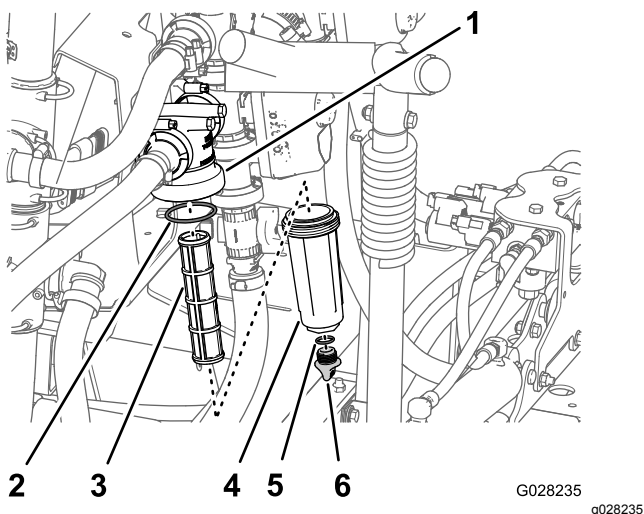

Figura 103
2. Coloque un recipiente de drenaje debajo del filtro de presión (Figura 103).
3. Gire el tapón de vaciado en sentido antihorario y retírelo de la cubeta del filtro de presión (Figura 103).
4. Enrosque la cubeta en sentido antihorario y retírela de la cabeza del filtro (Figura 103).
5. Retire el elemento usado del filtro de presión (Figura 103).
6. Inspeccione la junta tórica del tapón de vaciado (situada dentro de la cubeta) y la junta tórica de la cubeta (situada dentro de la cabeza del filtro) en busca de daños o desgaste (Figura 103).
7. Instale el elemento nuevo del filtro de presión en la cabeza del filtro (Figura 103).
8. Instale la cubeta en la cabeza del filtro, y apriétela a mano (Figura 103).
9. Instale el tapón en la cubeta, y apriételo a mano (Figura 103).